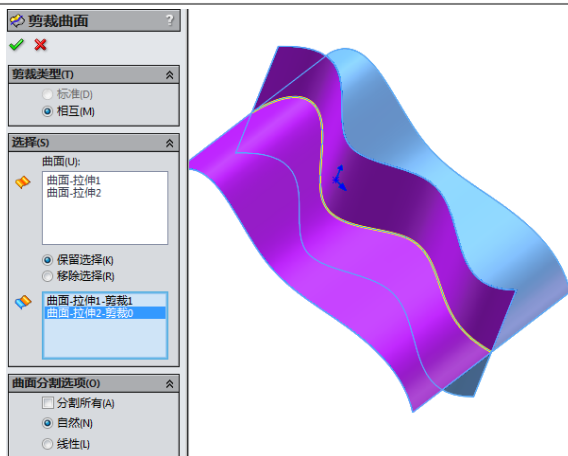

图 6-59 “剪裁类型”为互相剪裁
- 05** 如果在步骤 **03** 中选择了“互相剪裁”，则在“选择”栏中单击“剪裁曲面”项目中图标右侧的显示框，然后在图形区域中选择作为剪裁曲面的至少两个相交曲面；单击“保留部分”项目中图标右侧的显示框，然后在图形区域中选择需要的区域作为保留部分（可以是多个部分），所选项目会在对应的显示框中显示，如图 6-59 所示。